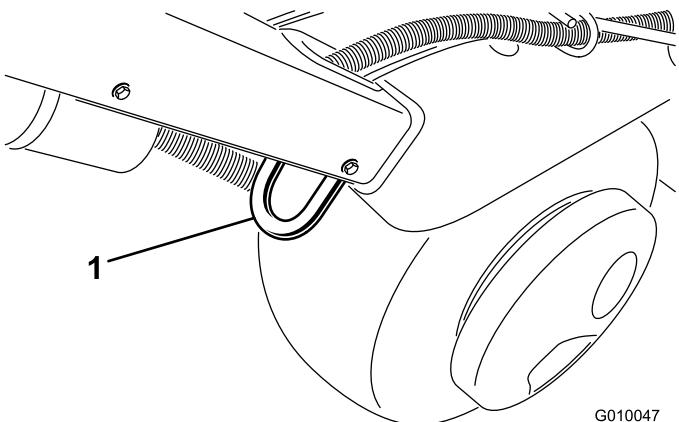
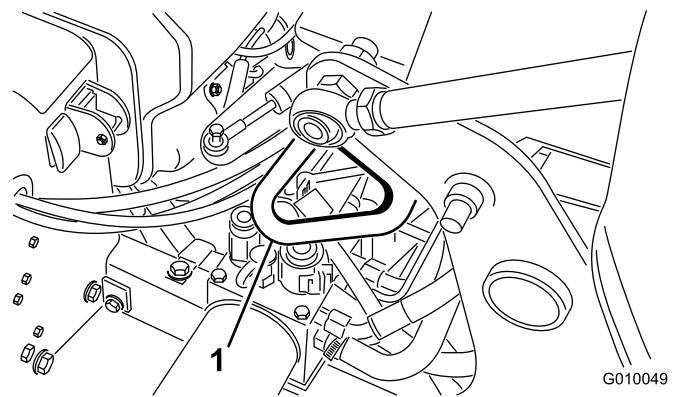

Figura 32
Figura 34
3. Fissate saldamente i punti d'attacco dell'ariajettore (Figura 32 attraverso Figura 34) al rimorchio o all'autocarro per mezzo di cinghie, catene, cavi o corde.